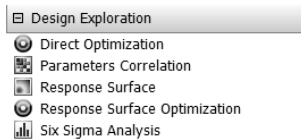

图 1-31 Design Exploration (设计优化)
(4) Design Exploration (设计优化): 如图 1-31 所示为设计优化模块。在设计优化模块中允许用户使用其中的工具对零件产品的目标值进行优化设计及分析。